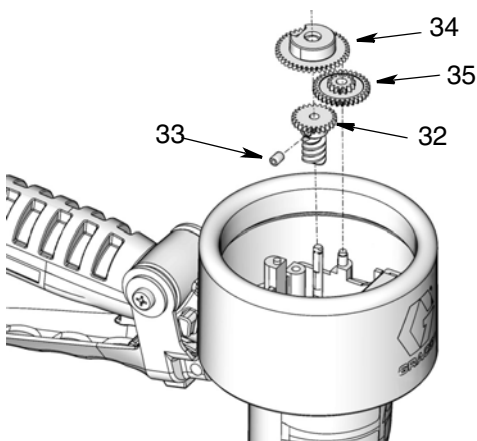

ABB. 21
2. Die Zahnräder (32, 34, 35) wie in ABB. 21 gezeigt anbringen. Die Zahnrad-Stellschraube (33) mit einem 2mm-Sechskantschlüssel festziehen.